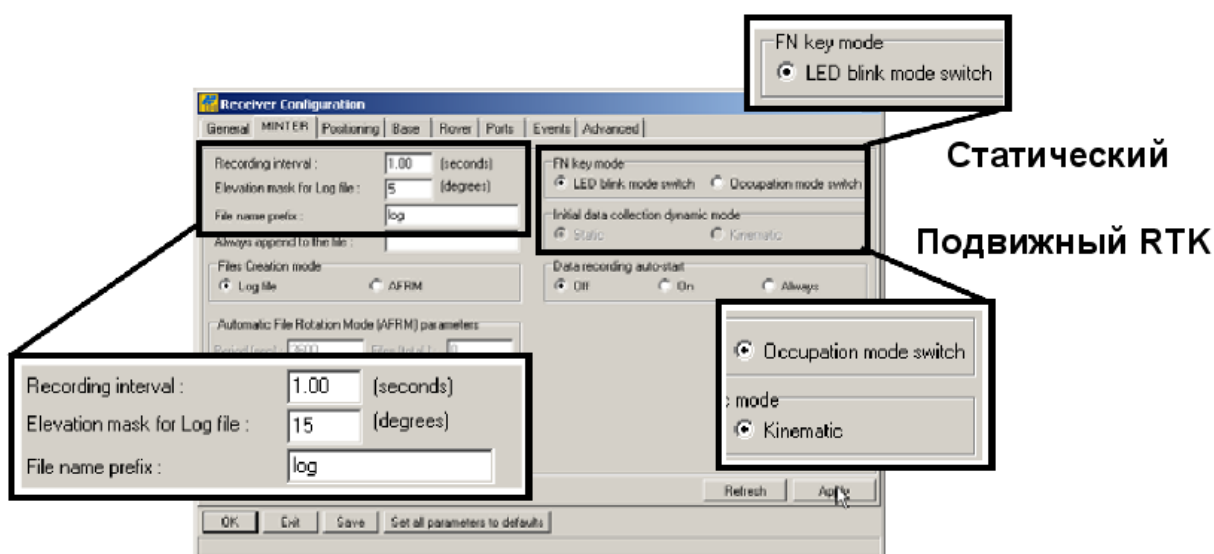

Рисунок 3-10. Настройка записи данных MINTER
7. Выберите вкладку MINTER и произведите установку параметров, перечисленных в таблице 3-5, после чего щелкните на кнопке *Apply* (Применить), см. рис. 3-10.